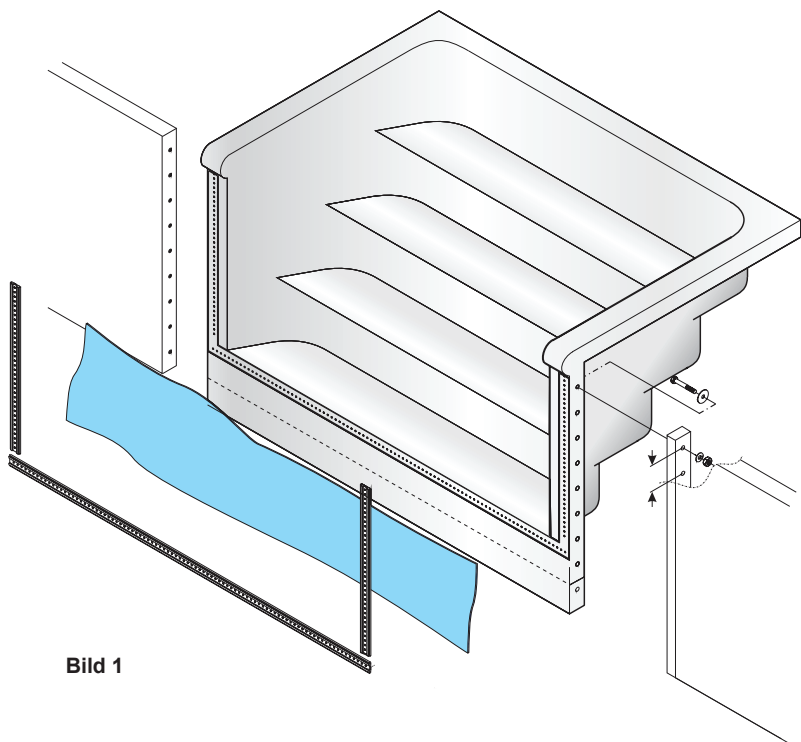

Bild 1
3. Förborra trappsargen med Ø10 hål c/c 150 mm, se bild 1 (nästa sida).
Plåt/trästomme: Fäst sidorna med genomgående Ø10 mm varmförzinkad bult, mutter och bricka. OBS! Bulthuvud tillsammans med extra stor bricka **skall** vara placerat mot trappsidan, se bild 1.